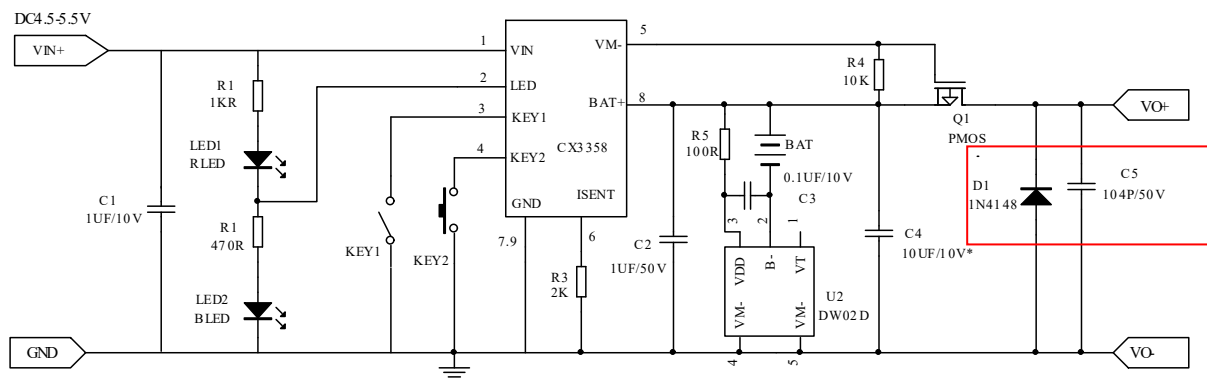

图 1 CX3358 外扩 PMOS 控制线路
4. 图 1 的输出短路保护电流依 U2 的短路保护电流，根据输出电流选择 Q1 的电流和阻抗；
5. 图 1 的 U2 选择充饱关断电压需高于 4.25V，避免出现长时间不显示充饱现象；